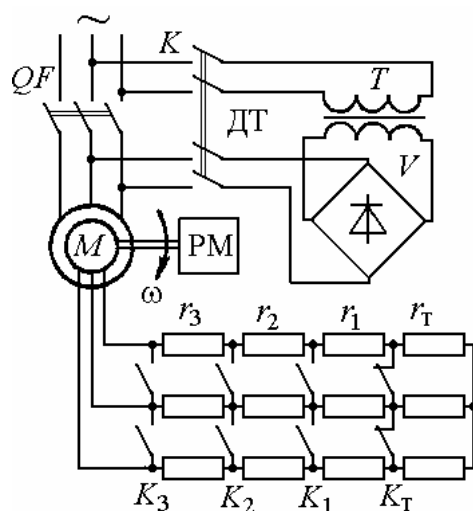
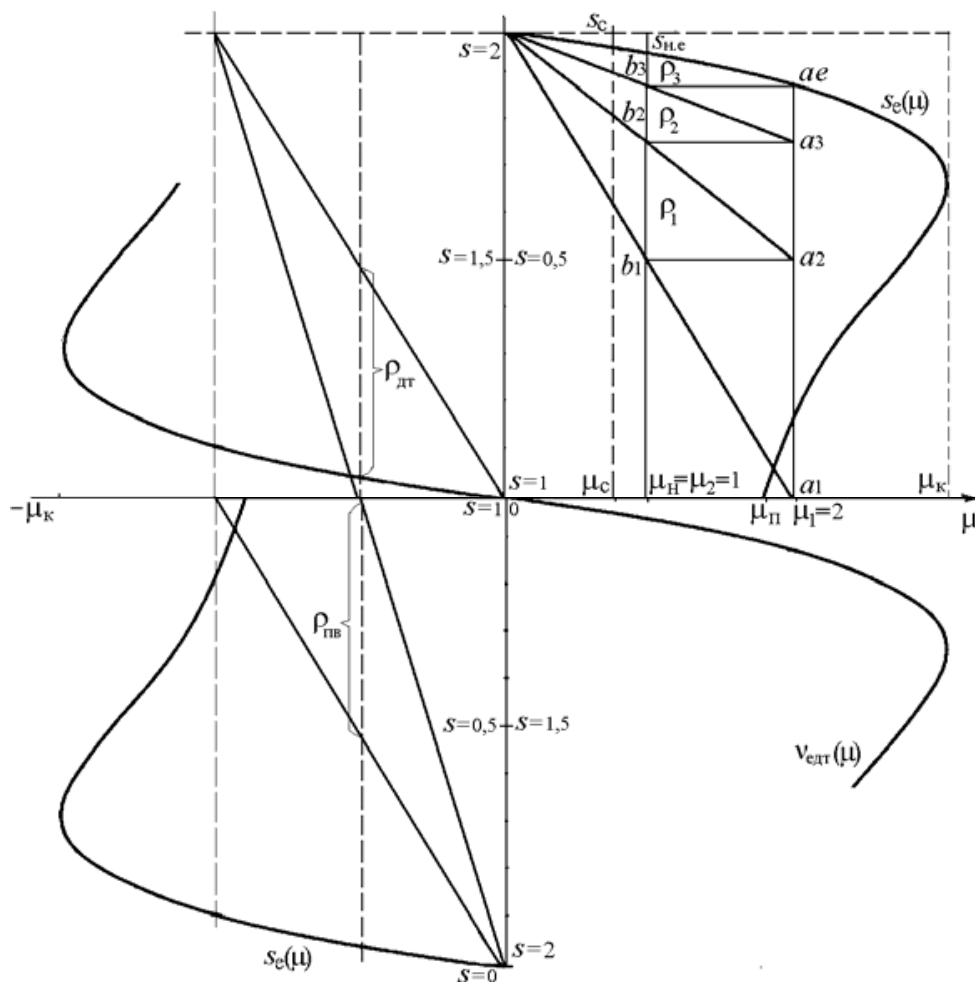

Рис.13. Схема реостатно-релейного пуска и торможения АДФР
Рис.14. Механические пусковые и тормозные характеристики АДФР
Задача 22. Для привода с асинхронным двигателем с фазным ротором и реостатно-релейным управлением (рис.13) построить статические характеристики реостатного пуска и рассчитать ступени пускового реостата (рис.14). Номинальные данные асинхронного двигателя привода: $P_n = 22$ кВт; $U_{1н} = 380$ В; $I_{1н} = 50$ А; $s_n = 0,06251$;
Задача 23. Определить вид переходных процессов и построить характеристики изменения момента и скорости двигателя при реостатно-релейном пуске привода с асинхронным двигателем при постоянном моменте нагрузки ($\mu_1 = \text{const}$). Двигатель имеет данные $P_n = 22$ кВт; $\omega_0 = 104,5$ рад/с; $s_n = 0,0625$; $J_{д\delta} = 0,5$ кгм². Приведенные параметры механизма: $M_c = 0,5M_n$, $J_{пр} = 0,5$ кгм². Привод пускается в три ступени при $\mu_1 = 2$ и $\mu_2 = 1$ (см. задачу 22). Механические характеристики и характеристики пуска приведены на рис.14, 15.
Задача 24. Для схемы асинхронного привода с реостатным управлением по рис.13 определить величину сопротивления ступени тормозного противовключения $r_T = r_{пв}$ при максимальном значении тормозного момента $\mu_{T1} = 2$ и $s_{T1} \approx 2$. Номинальные данные двигателя привода приведены в задаче 22.
2. По графику пусковых характеристик $m = 3$, $\mu_1 = 2$, $\mu_2 = 1$ и сопротивление противовключения $r_T = r_{пв}$ (см. рис.14).
Задача 25. Для схемы асинхронного привода с реостатным управлением (см. рис.13) определить величину напряжения постоянного тока, подаваемого взамен переменного в статор двигателя, и величину сопротивления динамического торможения r_{dT1} для $\mu_{dT1} = 1$ при $v_{dT1} = 0,9375$. Соединение обмоток статора - звезда. Номинальные данные двигателя привода приведены в задаче 22. Для расчета напряжения питания двигателя постоянным током принять омическое сопротивление фазы статора двигателя $r_{1\phi} = 0,24$ Ом.